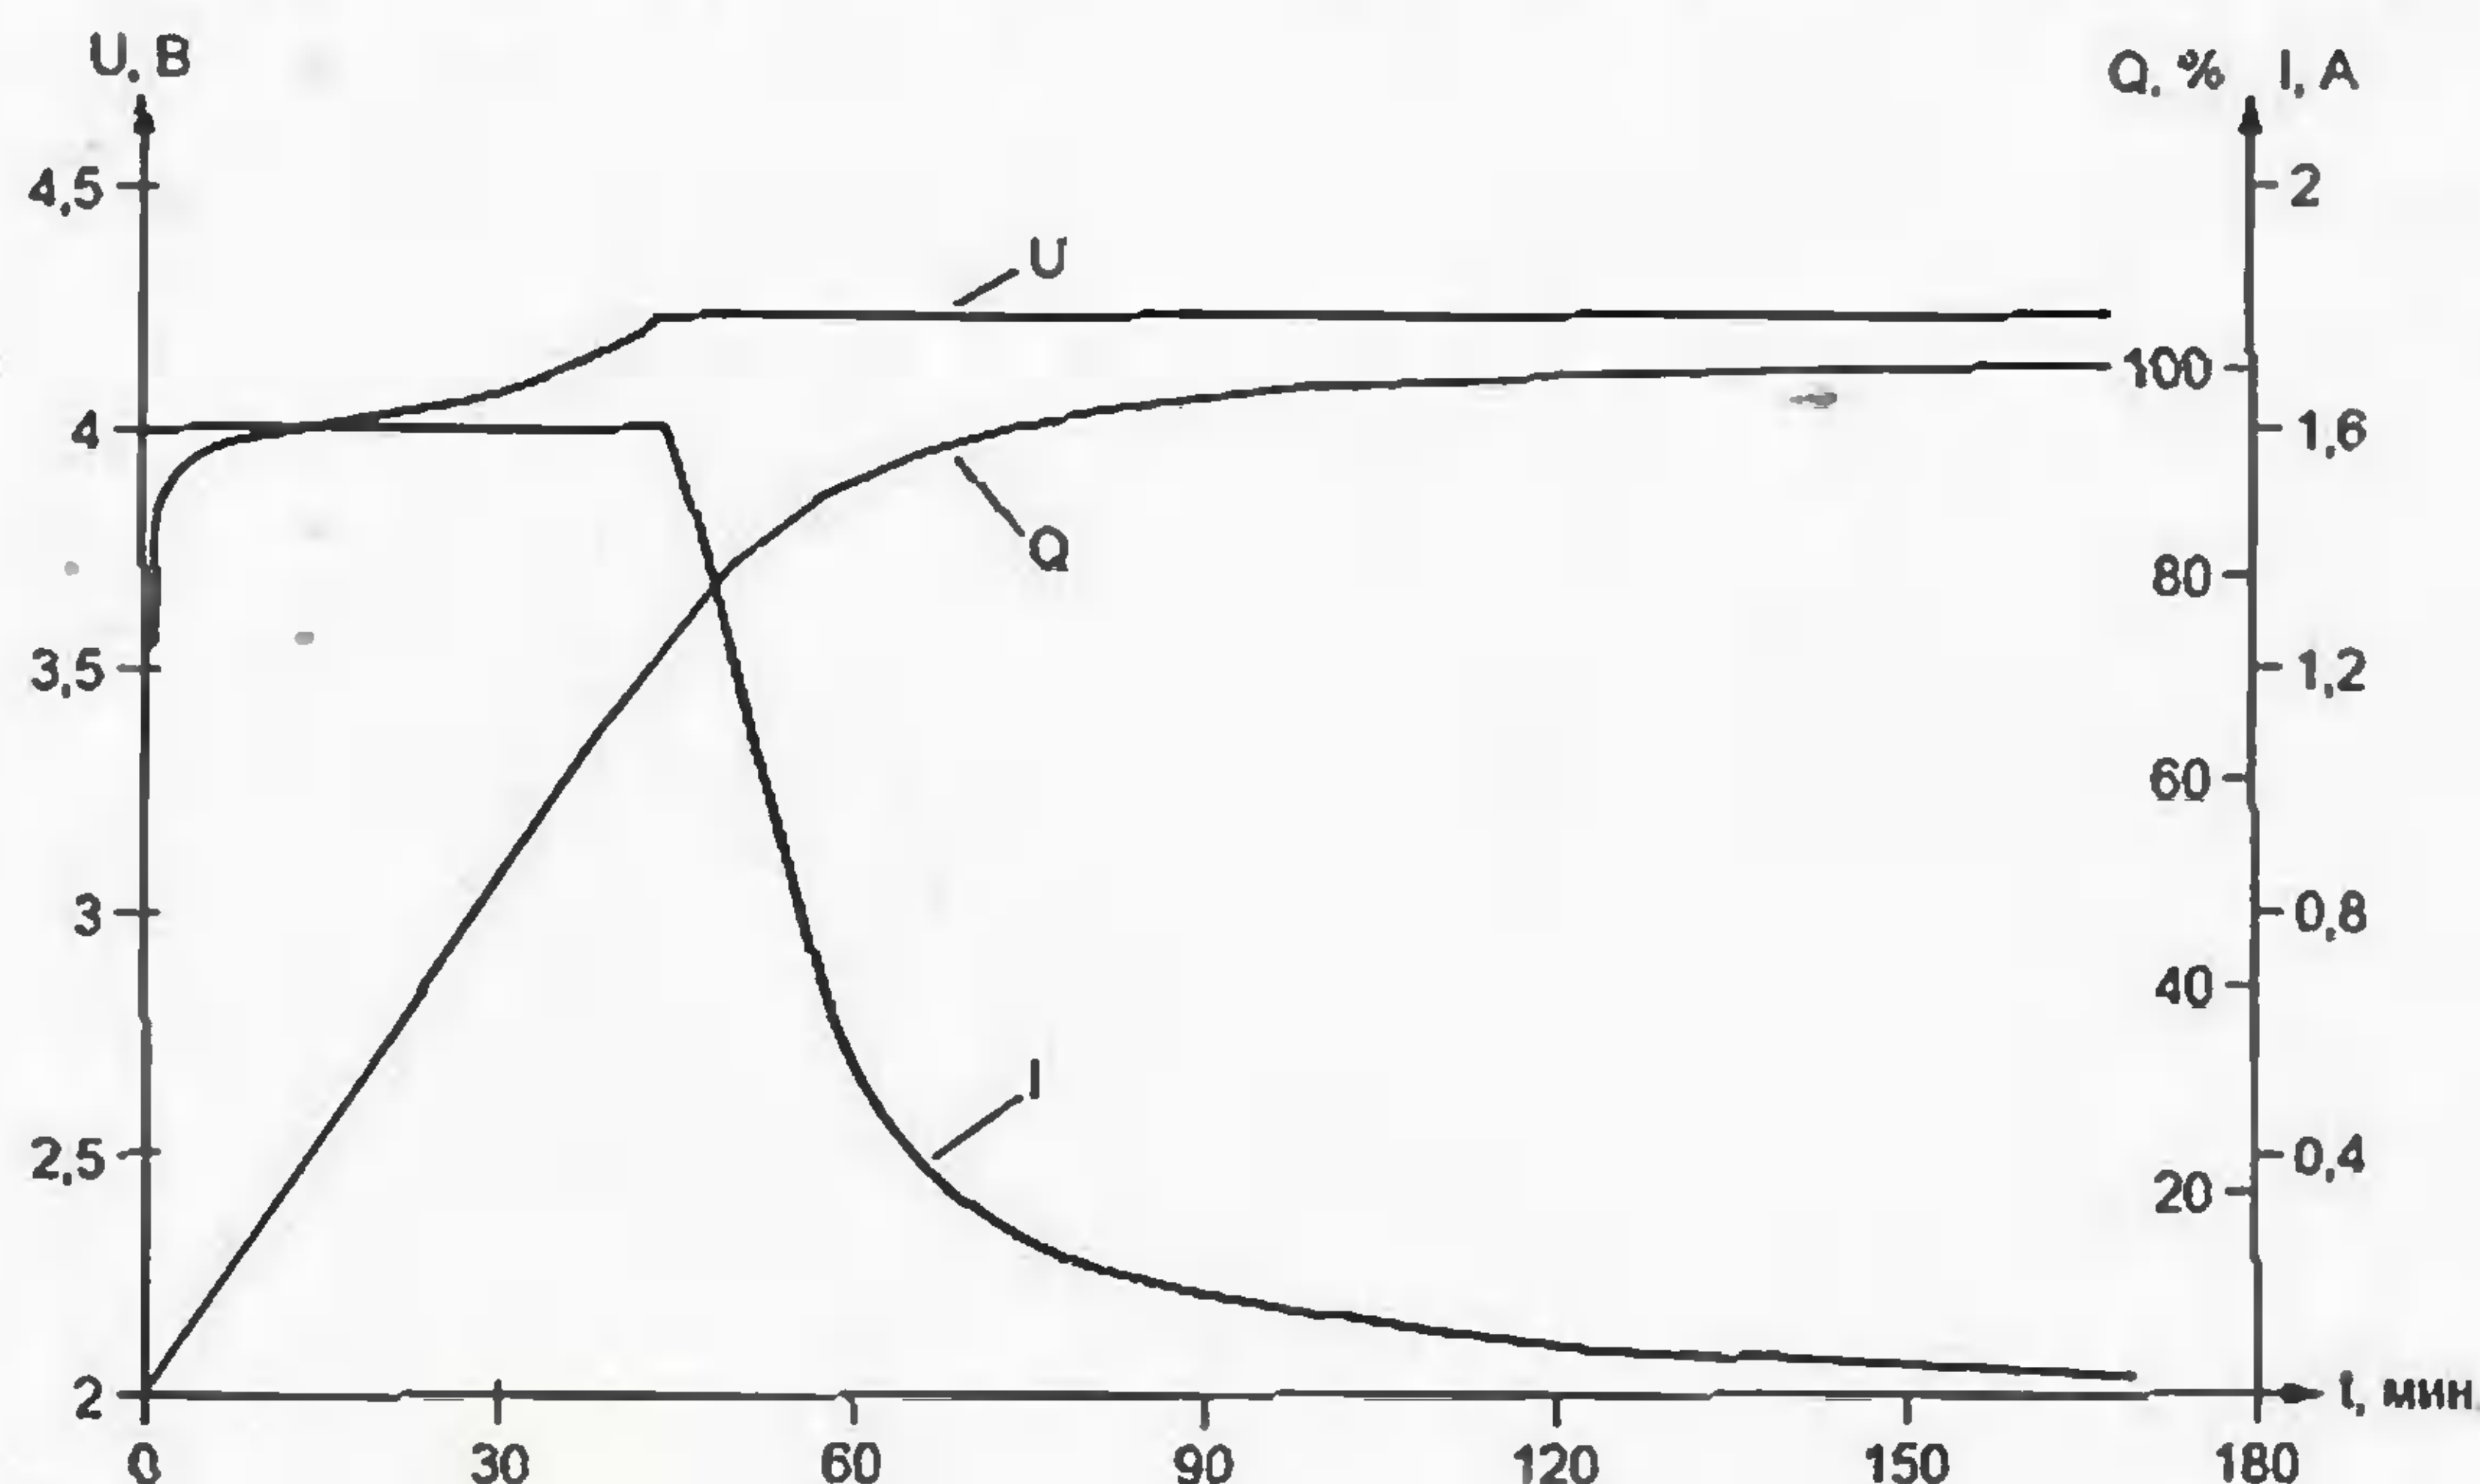

Рис. 1
На рис. 1 показаны характерные для аккумулятора UR18650Р зависимости напряжения на нем (U), зарядного тока (I) и относительного накопленного заряда (Q) от продолжительности зарядки в стандартном режиме (1,6 А, 4,2 В, 3 ч). Видно, что в процессе зарядки от источника тока напряжение на аккумуляторе достигает предельного менее чем за 60 мин. При этом аккумулятор набирает